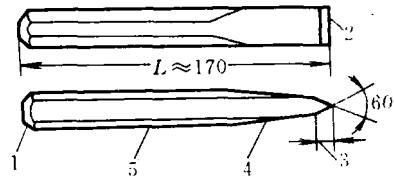

图 3-3 錾子的构造
③ 前角 γ_o ：前角的作用是减少切屑变形和使切削轻快。
2) 錾子一般都用碳素工具钢（T7A）锻成，长度约 170mm 左右（图 3-3）。由切削部分、斜面、柄